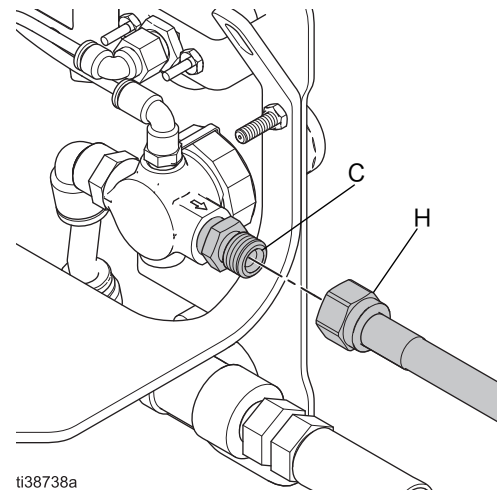

图 5：将空气软管连接到喷枪气压调节器
2. 将喷枪供气软管 (H) 的另一端连接到喷枪气压调节器 (C) 或空气截止阀 (A) 出口。参见图 5。